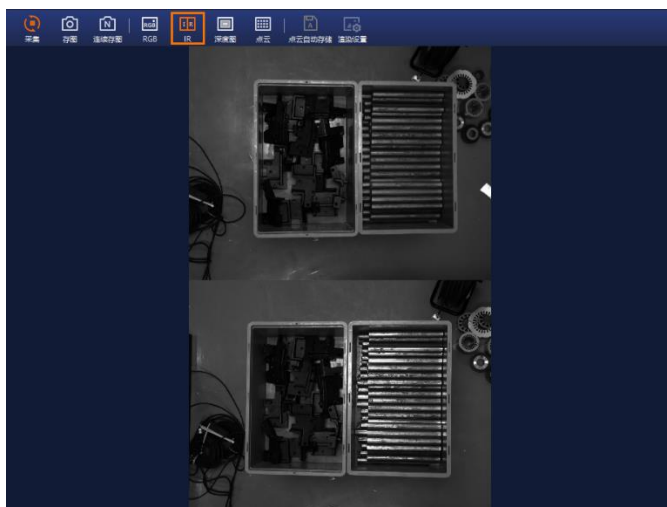

图3-22 IR 图像预览模式
1. 单击控制工具条中的 ，切换至 IR 图像预览模式，如 图 3-22 所示。